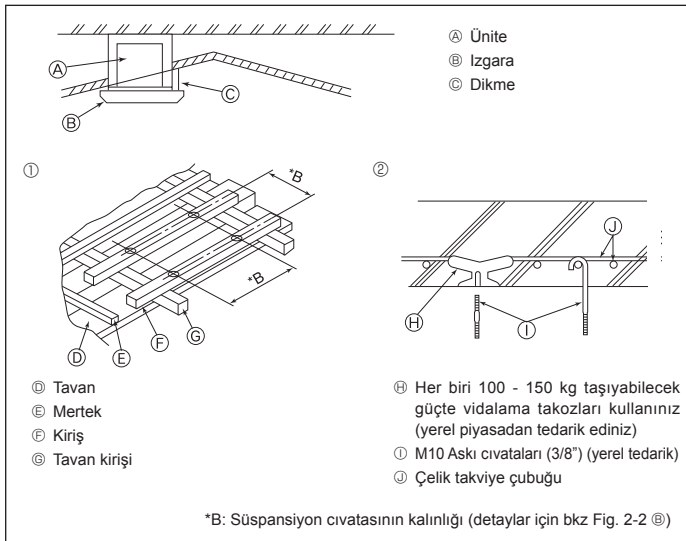

Fig. 2-4
2.4. Asma düzeninin yapısı (asılacağı yerin yapısını güçlendiriniz) (Fig. 2-4)